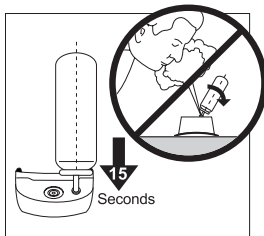

Fig. 1
2. Primero deje salir el aire del recipiente de llenado presionando dos veces la abertura de llenado (6) con un destornillador.
3. Introduzca la boquilla de pulverización desde arriba en la abertura de llenado (6) del dispositivo.
4. Para llenar el dispositivo, mantenga presionada la boquilla de pulverización en la abertura de llenado (6) durante unos 15 segundos (Fig. 1).